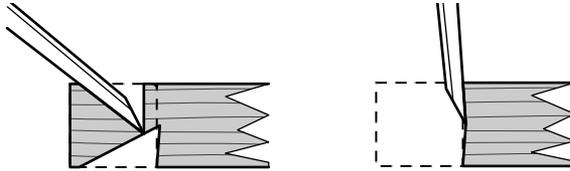

Figure 12 : Évidage des entre-queueues.
4. Retourner la pièce afin de tailler la partie restante de la chute, comme l'illustre la **figure 12**.